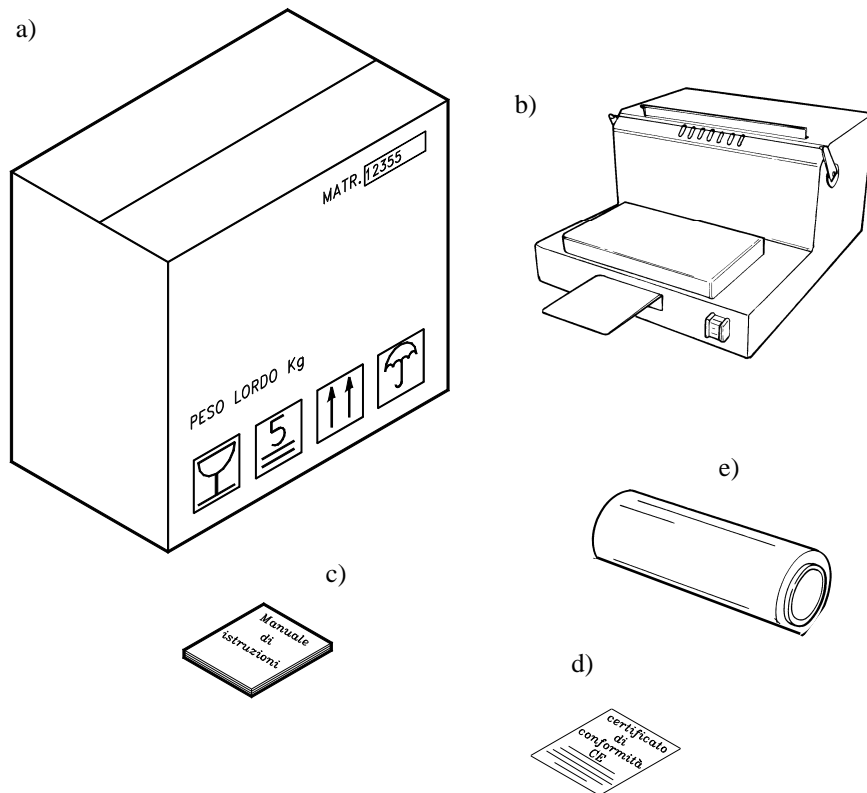

ABB. Nr.3 - Beschreibung der Verpackung
3.1 - VERSAND DER MASCHINE (siehe ABB. Nr.3)
Am Empfang, wenn es keinen äußeren Schaden geben, machen das Frachtstück auf und kontrollieren die Vollständigkeit des Inhalts (siehe ABB. Nr.3). Wenn an der Lieferung das Frachtstück Zeichen von Mißhandlung, Aufschlag, oder Fall zeigt, muß man das Schaden innerhalb drei Tage von dem auf den Dokumenten angegebenen Lieferungstermin dem Frachter zutragen und, womöglich, einen genauen Bericht über die von der Maschine erleidene Schaden verfassen. **Die Frachtstück nicht umstürzen!!** Bei der Beförderung machen sich sicher, daß das Frachtstück an der vier Ecken festgehalten wird (es muß immer gleichlaufend zu dem Boden sein).